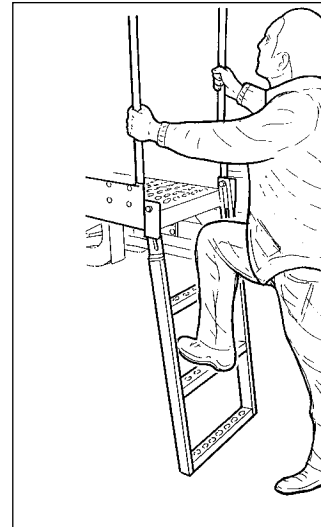

Abb. 7
- Achten Sie auf die Rutschgefahr, insbesondere bei feuchtem oder nassem Boden oder wenn die Schuhe mit Schlamm beschmutzt sind. Verwenden Sie zum Laden der Produkte die entsprechende Mischeinheit. Utilizzando la scaletta servirsì degli appositi appigli, corrimano, ecc (Abb. 7).